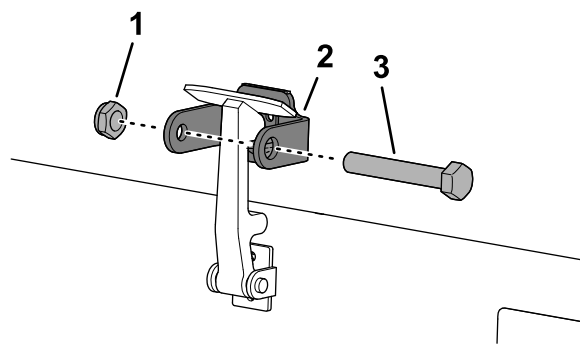

Figura 20
7. Înnurubai urubul în celălalt braț al suportului clichetului capotei pentru a bloca clichetul în poziție (Figura 20).